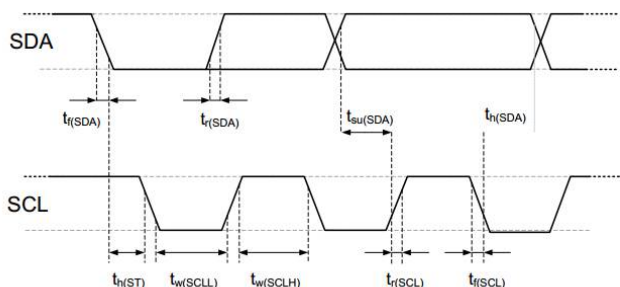

图12 数字输入/输出端的时序图、缩略语在表 8 中进行了解释。较粗的 SDA 线由传感器控制、普通的 SDA 线由单片机控制。请注意 SDA 有效读取时间由前一个转换的下降沿触发。
SDA 引脚用于传感器的数据输入和输出。当向传感器发送命令时, SDA在串行时钟SCL的上升沿有效, 且当SCL为高电平时, SDA必须保持稳定。在SCL下降沿之后, SDA值可被改变。为确保通信安全, SDA的有效时间在SCL上升沿之前, 和下降沿之后应该分别延长至 TSU and TH0-参考图12。当从传感器读取数据时, SDA在SCL变低以后有效 (TV), 且维持到下一个SCL的下降沿。
电气特性, 如功耗、输入和输出的高、低电平电压等, 依赖于电源供电电压。为了使传感器通讯顺畅, 很重要的一点是, 确保信号设计严格限制在表 7、8 和图 12 所给出的范围内)。
表 8 I²C 快速模式数字输入/输出端的时序特性。具体含义在图12 有所显示。除非另有注明。